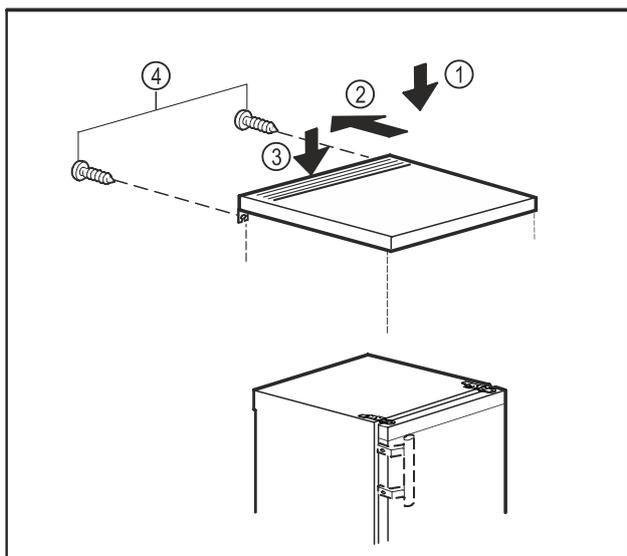

Fig. 6
- ▶ Tischplatte auf das Gerät legen. *Fig. 6 (1)*
- ▶ Tischplatte nach hinten schieben. *Fig. 6 (2)*
- ▶ Tischplatte hinten nach unten drücken. *Fig. 6 (3)*
- ▶ Schrauben an der Rückseite festschrauben. *Fig. 6 (4)*